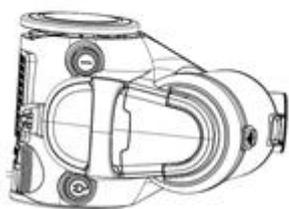

Fig.6
1. Jak pokazano na Rys. 6, przytrzymaj uchwyt pojemnika na kurz i naciśnij przycisk zwalniający.